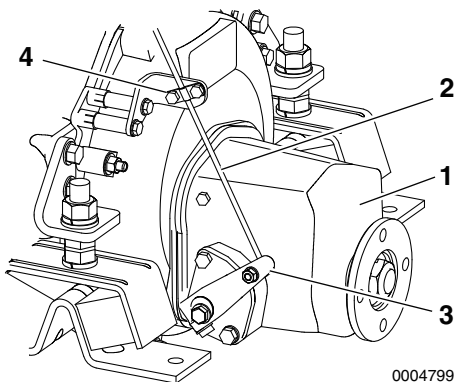

Figura 5
1. Verificare che la leva di controllo (**Figura 5, (3)**) si sposta alla corretta posizione quando la leva del cavo di controllo a distanza viene spostata alle posizioni NEUTRAL, FORWARD e REVERSE.
2. Utilizzare la posizione NEUTRAL come standard per la regolazione. In caso di deviazioni, allentare la staffa (**Figura 5, (4)**) per il cavo di controllo a distanza sul lato della frizione e regolare.